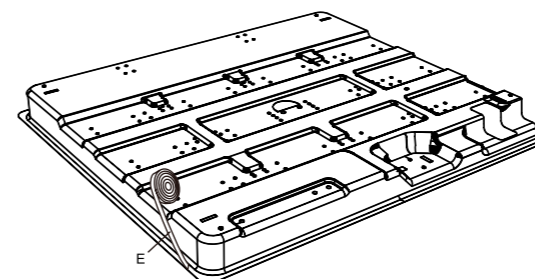

FIG.4
- Retournez la table de cuisson et positionnez le joint E (fig. 4) en bordure de tout le pourtour de la base de l'appareil. Les extrémités du joint doivent se rabouter sans se superposer.